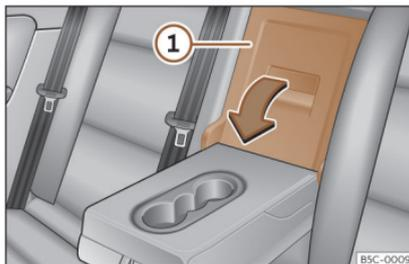

Fig. 121 Sullo schienale del sedile posteriore: apertura della sponda.
- Tirare la leva di sblocco nel senso della freccia e ribaltare completamente in avanti la copertura della sponda» fig. 121 ①.